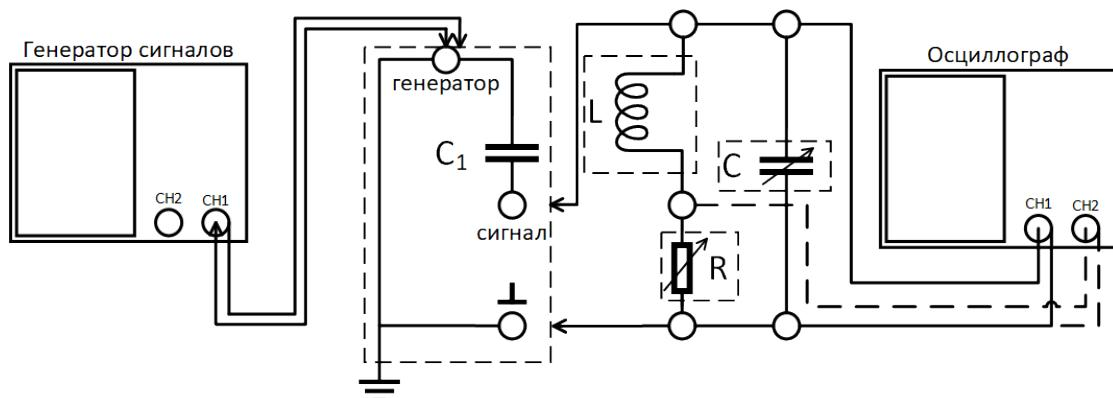

Рис. 1: Схема установки для исследования вынужденных колебаний
1. Подключите генератор специальных сигналов к входу 1(X) осциллографа.
4. Как только удалось получить неподвижную картинку сигнала можно приступить к сборке схемы согласно рис. 1.
1. Введите сопротивление $R \approx 0.05 \cdot R_{\text{cr}}$ на магазине. Подайте на канал 2(Y) осциллографа падение напряжения с резистора (на рис. 1 подключение изображено штрихованной линией).